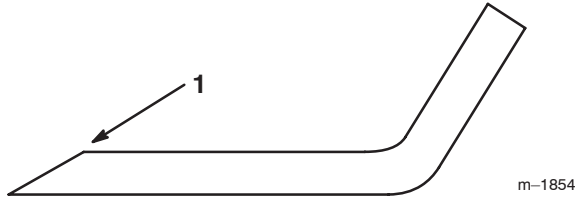

Bild 39
1. Schärfen Sie die Schnittkante an beiden Enden des Schnittmessers mit einer Feile (Bild 39). Behalten Sie den ursprünglichen Winkel bei. Das Schnittmesser behält seine Auswuchtung bei, wenn von beiden Schnittkanten die gleiche Materialmenge entfernt wird.